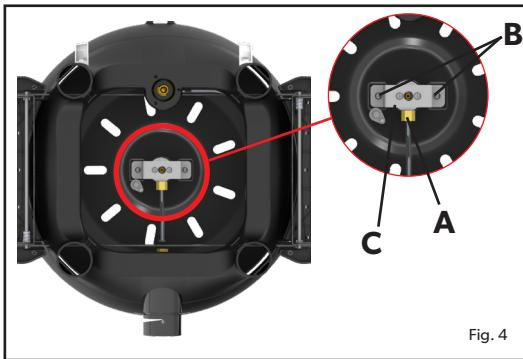
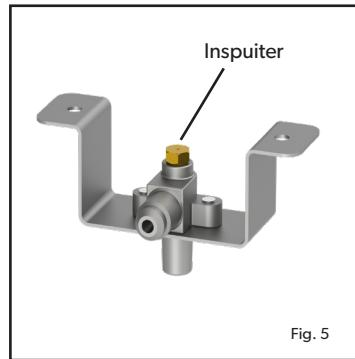

Fig. 4
Fig. 5
- We raden aan om de inspuiters elke zes (6) maanden te reinigen of te vervangen om een blijvende efficiënte werking van uw apparaat te garanderen.
Om de inspuiter te vervangen, verwijdert u alle losse oppervlakken van uw apparaat en draait u de basiseenheid ondersteboven. Draai met een geschikte sleutel de moer (A) los (Fig. 4). Draai de 2 schroeven (B) los (Fig. 4). Verwijder de beugel (C) om de inspuiter bloot te leggen. (Fig. 5). Verwijder de inspuiter met een geschikte sleutel. Gebruik geen tang op de inspuiter aangezien dit de jet kan beschadigen, waardoor deze onbruikbaar of onmogelijk te verwijderen is. Schroef de nieuwe inspuiter in de klep. Niet te vast aandraaien omdat dit de inspuiter kan beschadigen.